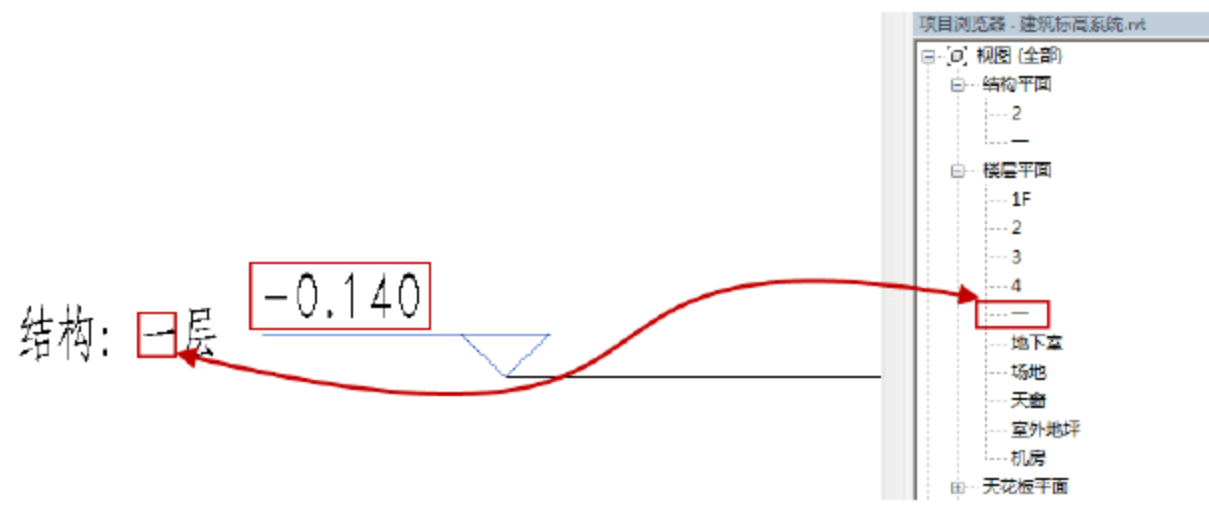

图 1.2.45 更改结构标高的名称
(6) 更改结构标高的名称。更改标高数值为-0.140，重命名为“结构：一层”，此时在项目浏览器中的楼层平面栏会有“一”这个楼层平面视图，如图 1.2.45 所示。